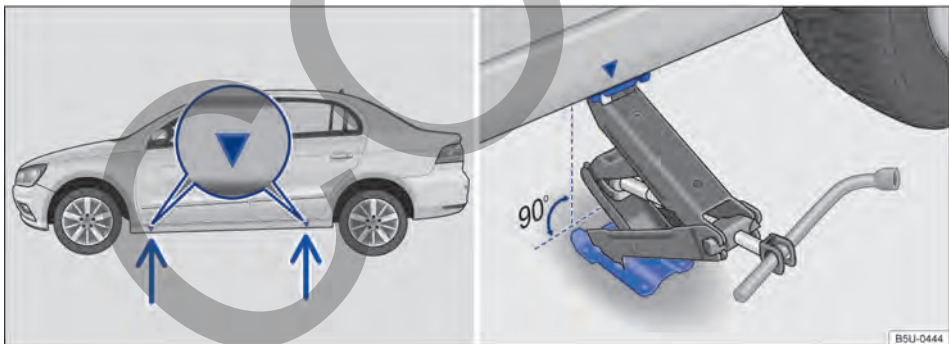

Fig. 189 Puntos de apoyo del gato y gato posicionado atrás en el lado izquierdo trasero del vehículo.
El gato únicamente puede ser posicionado en los puntos de apoyo indicados (marca en la carrocería) → fig. 189. Es válido el punto de apoyo ubicado próximo a la rueda correspondiente → ⚠.
7. Buscar debajo del vehículo el punto de apoyo del gato → fig. 189 más cerca de la rueda que se debe cambiar.
9. Garantizar que la base del gato, con toda su superficie, esté sobre el piso y que la base se encuentre perpendicularmente por debajo del punto de colocación → fig. 189.
10. Alinear el gato y, simultáneamente, levantar la garra del gato hasta que se encaje en el travesaño debajo del vehículo → fig. 189.
- Posicionar el gato únicamente en los puntos indicados. La garra del gato debe encajarse en el perfil del larguero de forma segura → fig. 189.